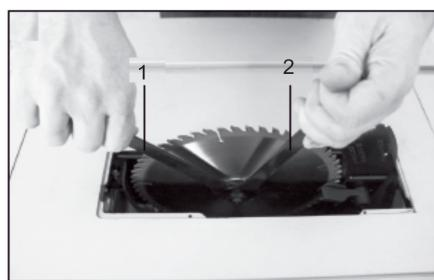

Рис. 26
4. С помощью ключей 1 и 2 (Рис. 26) отверните гайку крепления диска, снимите шайбу, снимите пильный диск.